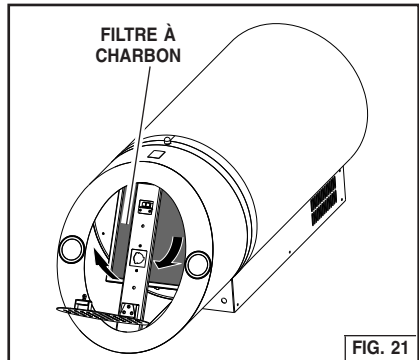

FIG. 21
1. Si la hotte n'est pas canalisée, insérez le filtre à charbon dans la pochette derrière le filtre à graisse. Si la hotte est canalisée, jetez le filtre à charbon. Fig. 21.